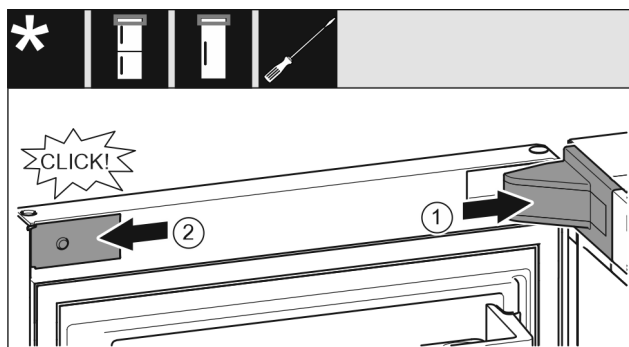

Fig. 22
- ▶ Nasad'te a zaklapněte kryt stojanu ložiska, příp. opatrně odlaďte od sebe. Fig. 22 (1)
- ▶ Z boku nasad'te zásepku a zaklapněte. Fig. 22 (2)